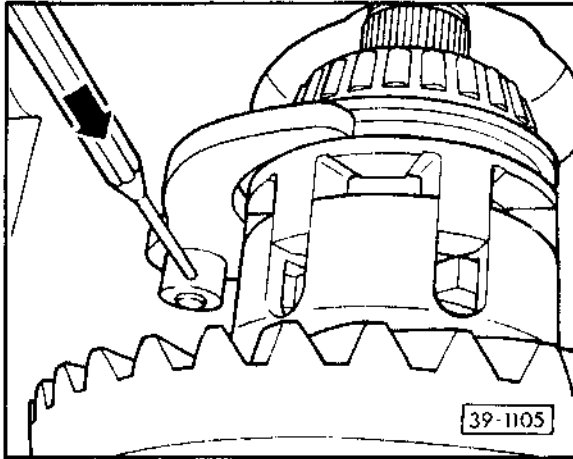

Abb. 5 Spannhülse für Schaltgabel austreiben
- austreiben – Abb. 5
- ausbauen – Abb. 5